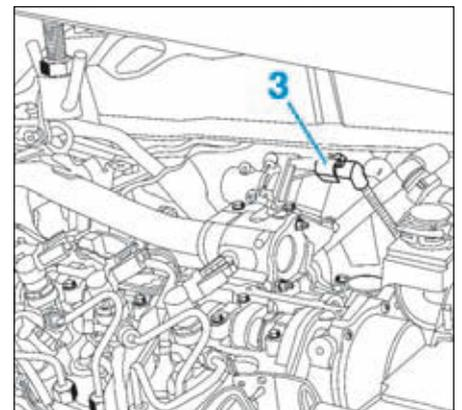

FIG.88
- Débrancher le connecteur (3) de l'électrovanne EGR (Fig.88).